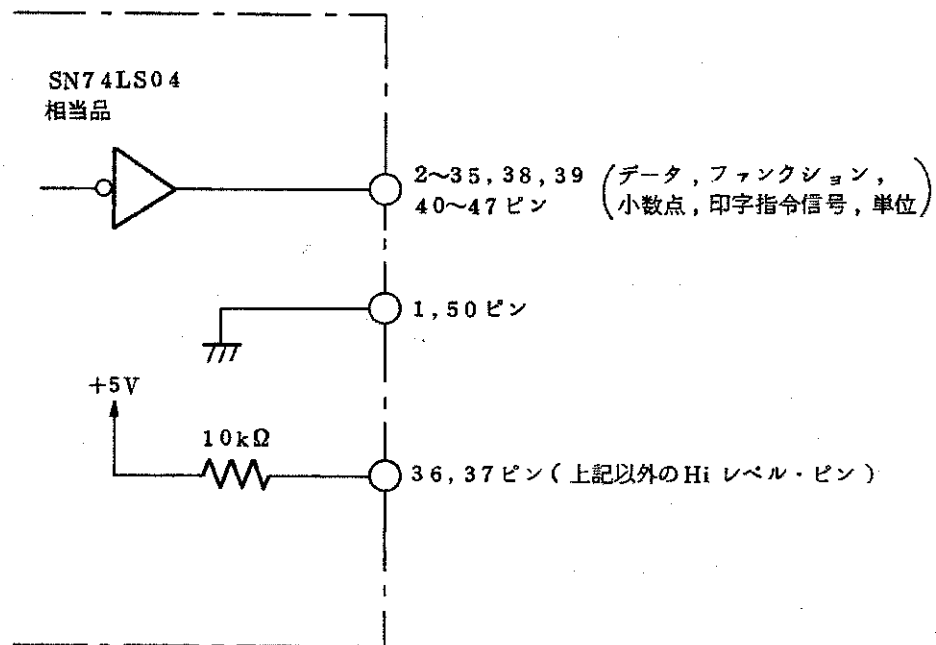

図6-3 TR13003Aの出力回路
- (1) 接続する機器の入力レベルを確認して下さい。TR13003Aの出力回路は、[図6-3]に示すようになっています。
- (2) 出力データは印字指令信号が出力されるタイミングで確立されますので、外部機器へのデータ取込みは印字指令信号をストロブ信号として使用して下さい。